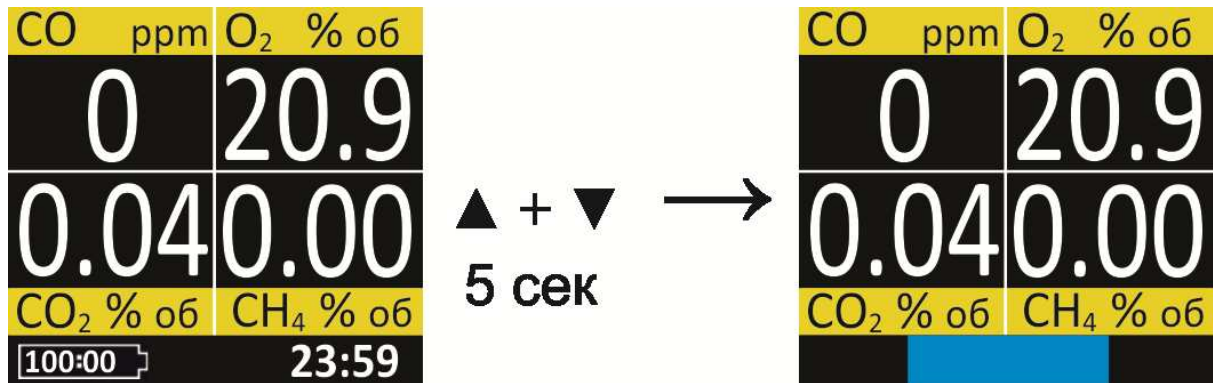

Рисунок 10 – Снятие блокировки дисплея
3.4.4 Для выключения прибора необходимо снять блокировку дисплея, одновременно удерживая клавиши "▲" и "▼" до тех пор пока полоса загрузки внизу дисплея не исчезнет и не прозвучит короткий звуковой сигнал, далее удерживать «ОК» до выключения прибора (рисунок 10).